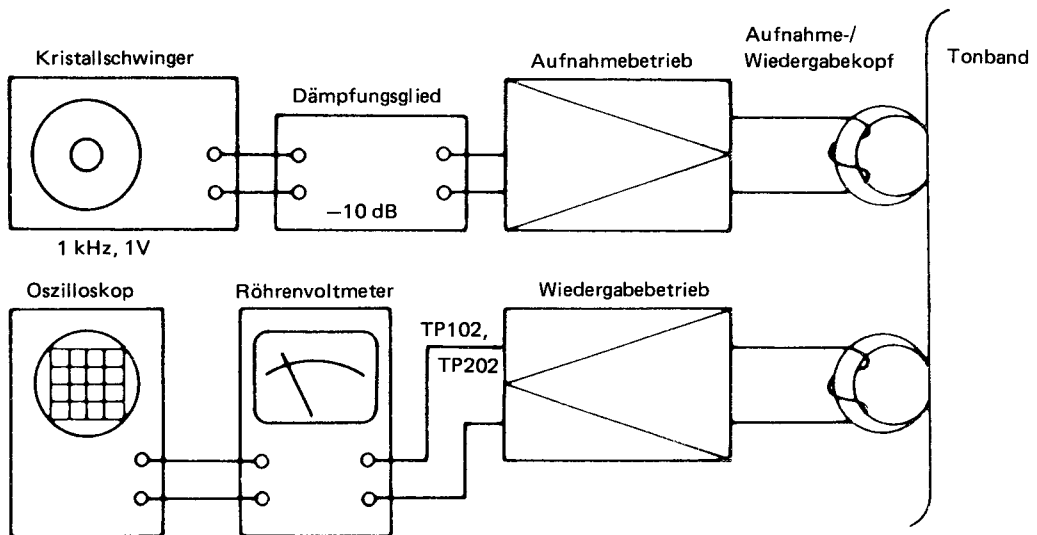

Abbildung 20–1
■ **EINSTELLEN DER AUFNAHME-/WIEDERGABEEMPFINDLICHKEIT** (Siehe Abbildung 20–1)